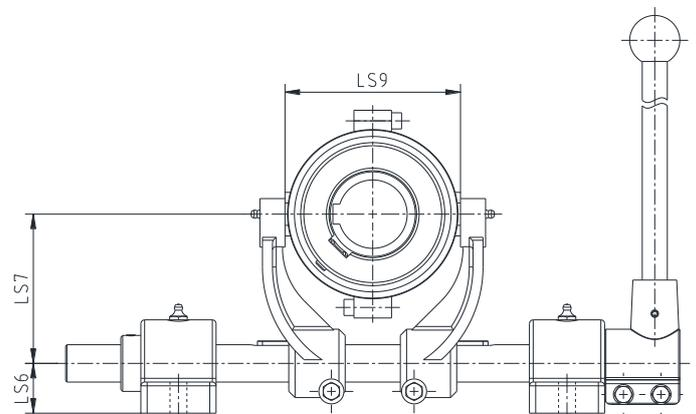

Bild 13
- Richten Sie die Schaltgabeln, Schaltwelle (Bauteil 3.3) und Augenlager (Bauteil 3.4) fluchtend mit dem Schleifring aus. Halten Sie die Maße LS7 und LS9 ein (siehe Bild 13 bzw. Tabelle 3). Achten Sie darauf, dass die Schaltgabeln gleichmäßig an den Schaltzapfen anliegen.